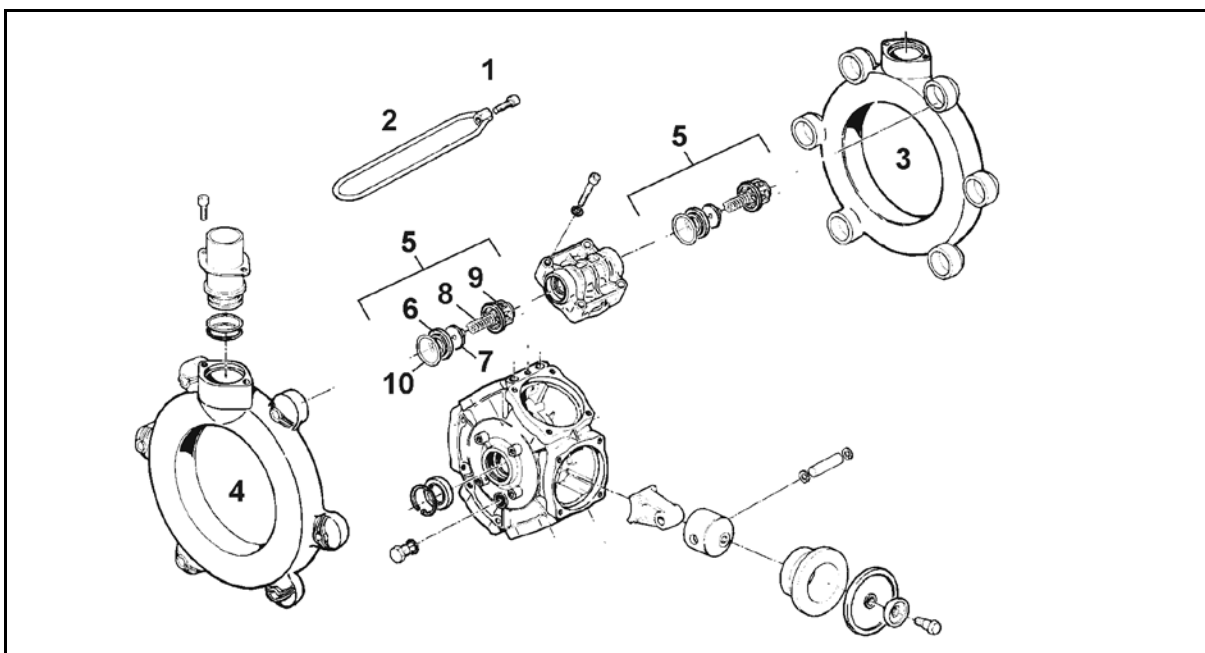

Fig. 175
- Vérifiez l'état des membranes de piston (Fig. 175/8) au moins une fois par an en les démontant.
- Vérifiez la position de montage des clapets côté aspiration et côté refoulement, avant de retirer les jeux de clapets (Fig. 175/5).
- Il est impératif de remplacer les membranes de tous les pistons (Fig. 175/8) même si une seule d'entre elles est défectueuse ou poreuse.
2. Desserrez les vis (Fig. 175/1) et retirez les étriers (Fig. 175/2).
3. Retirez les orifices d'aspiration et de refoulement (Fig. 175/3, Fig. 175/4), y compris les jeux de clapets (Fig. 175/5).
4. Une fois les vis (Fig. 175/6) retirées, déposez la culasse (Fig. 175/7).
5. Contrôlez le piston membrane (Fig. 175/8)..
- Fixez la membrane de piston (Fig. 175/8) avec le disque et la vis (Fig. 175/11) sur le piston (Fig. 175/9) de manière à ce que le rebord soit orienté vers la culasse (Fig. 175/7).
- Les écrous (Fig. 175/1,2) doivent impérativement être serrés en étoile et au couple de serrage préconisé. Le non-respect de ces consignes peut entraîner des tensions contradictoires et par là-même, des fuites.
1. Desserrez la vis (Fig. 175/11) et retirez du piston (Fig. 175/9) la membrane (Fig. 175/8) avec son disque de support.
3. Retirez le cylindre (Fig. 175/10) du carter de pompe.
6. Remettez le cylindre (Fig. 175/10) en place dans le carter de la pompe.
7. Remontez la membrane (Fig. 175/8).
8. Bridez la culasse (Fig. 175/7) sur le carter de la pompe et serrez les vis (Fig. 175/6) en étoile de façon identique.
9. Remontez les jeux de clapets (Fig. 175/5) après les avoir vérifiés et nettoyés.
11. Bridez les conduites d'aspiration (Fig. 175/3) et de refoulement (Fig. 175/4) sur le carter de pompe.
12. Serrez les écrous (Fig. 175/1,2) en étoile au couple de **11 Nm**.